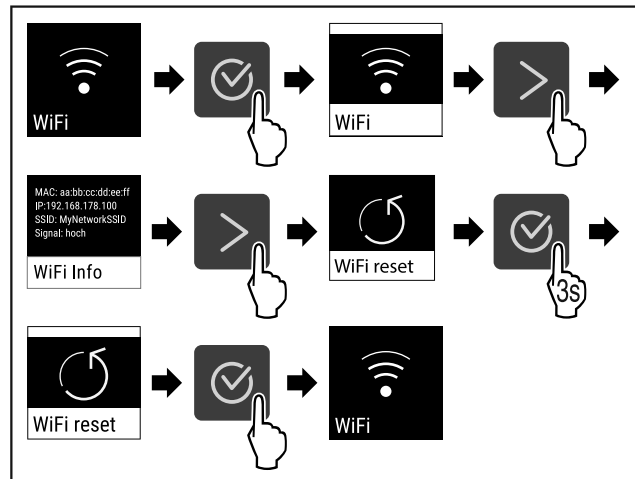

Fig. 78
- ▶ Efectuați pașii de acțiune (vezi Fig. 78) .